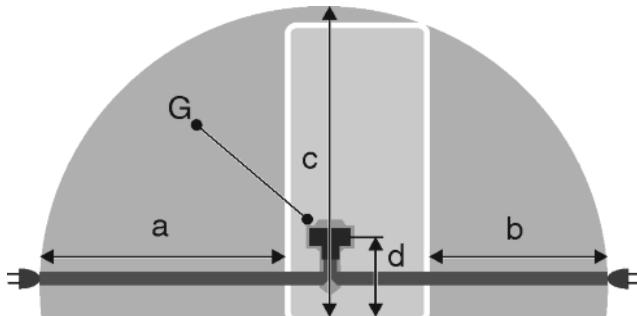

Fig. 21
- Розетка знаходитьться за межами зони задньої стінки пристрою у заданому діапазоні Fig. 21 (a, b, c).
- Штекер пристрою Fig. 21 (G) вставити на задній стінці пристрою. Слід звернути увагу на належну фіксацію.